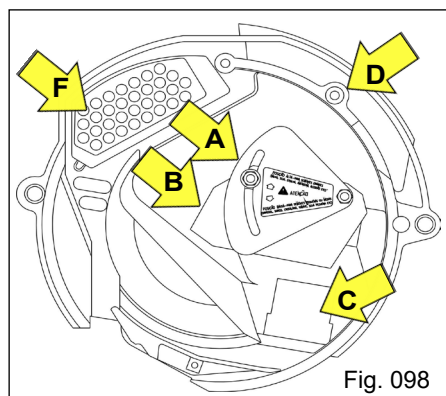

Fig. 098
- **Tampa** (Fig. 098): possui uma comporta “a” que controla a chegada e o nível das sementes assegurando um abastecimento constante do disco. Dependendo das sementes utilizadas, existem duas posições básicas de regulagem da placa e tela de nível na comporta que deverão ser verificadas e usadas. Caso necessário, porém, posições intermediárias poderão ser usadas também.